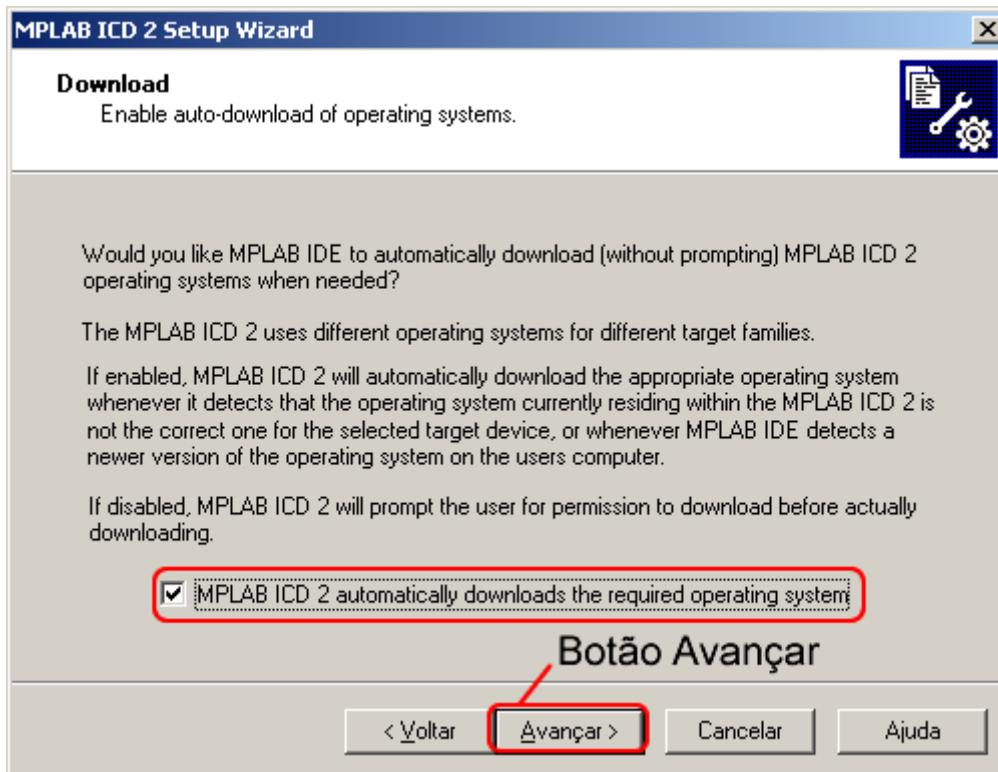

Figura 3.51 - Janela Download.
- 8) No passo seguinte, aparecerá a janela “**Download**”, marque a opção “**MPLAB ICD2 automatically downloads the required operating system**” e, em seguida, clique em “**Avançar**” (ver Figura 3.51).